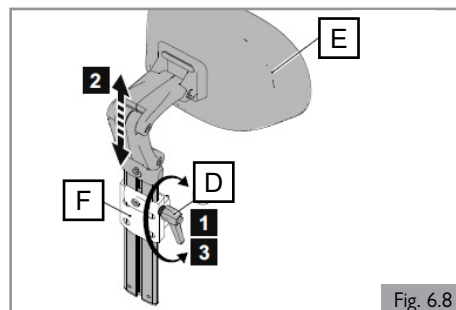

Fig. 6.8
6.4 Appui-tête**Retrait/positionnement de l'appui-tête (Fig. 6.8)**